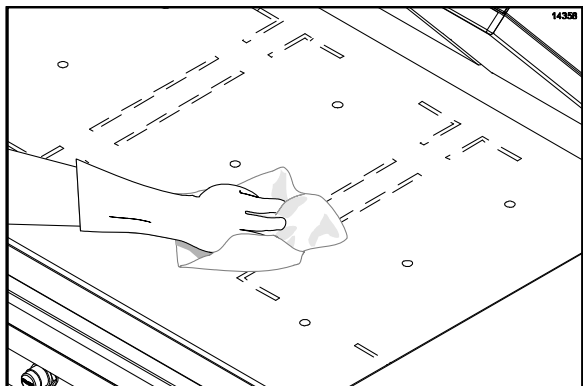

Figura 112
44. Limpe a superfície inferior do grill com um pano limpo apropriado e umedecido com sanitizante. Repita este procedimento até não haver mais sujeira visível. (Veja a Figura 112.)